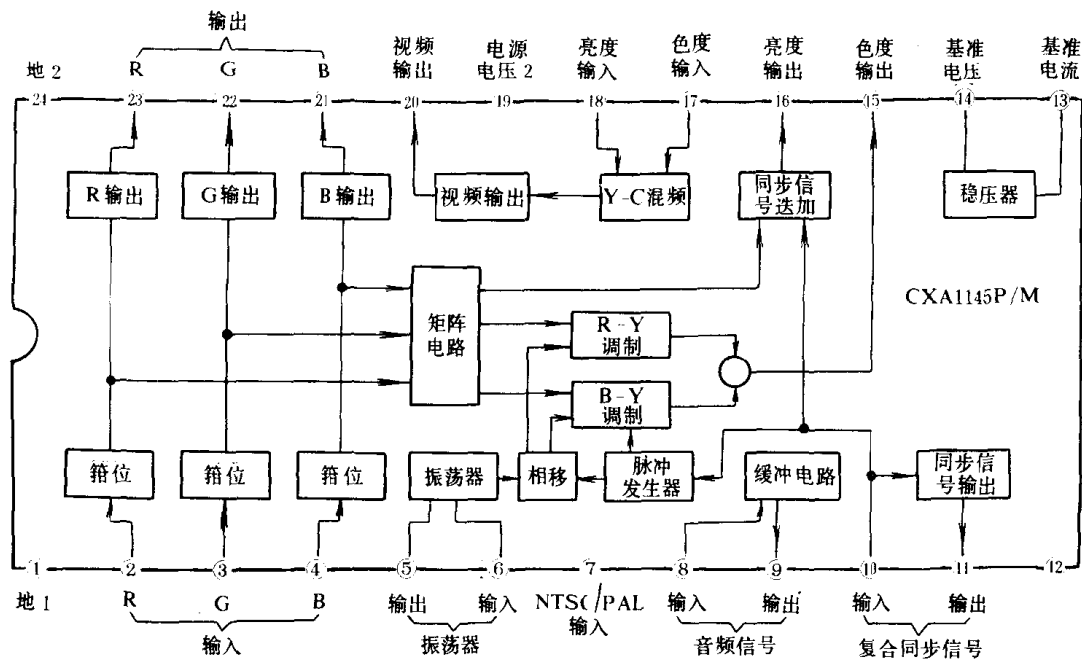
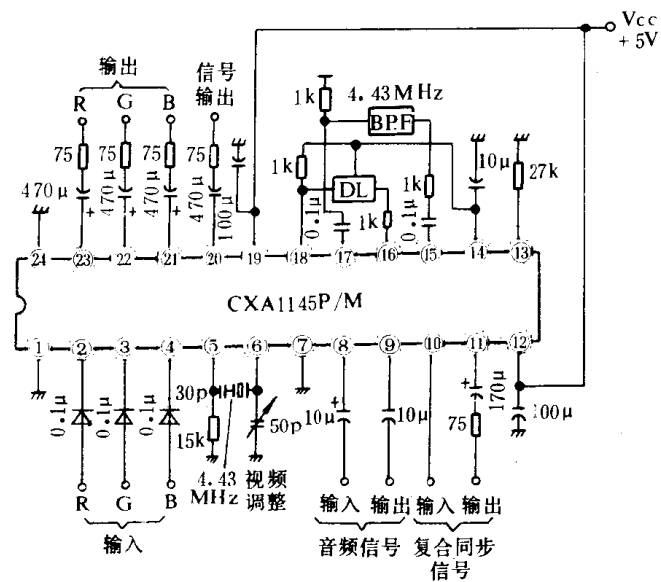

图 3.3.12 CXA1145P 引脚排列及方框图
图 3.3.13 CXA1145P 应用于 PAL 制式时的电路
③NTSC/PAL 编码电路
NTSC/PAL 编码电路采用 CXA1145P 芯片,它是一个硅单晶片双极型集成电路,主要特点是:工作电压低, $V_{cc} = 5V$;耗电省,典型值为 110mW;可以兼容于 NTSC 制及 PAL 制;内有 R、G、B 输出、复合视频输出及复合同步输出的 75Ω 驱动电路;内设副载波晶体振荡器;也允许内、外部输入副载波;内有音频缓冲电路。芯片引脚排列及方框图见图 3.3.12,当它用于 PAL 制时,可以在引脚⑤和⑥之间加接 4.43MHz 的石英晶体,同时分别串入 $15k\Omega$ 的电阻、50P 的小电容。在音频信号处理中,可利用 $\mu PC1242H$ 芯片的引脚⑥送出的模拟音频信号,经 CXA1145P 芯片的引脚⑧送入,经缓冲后从⑨脚输出,分别送往调制电路和立体声放音电路 AN7108。图 3.3.13 所示为芯片 CXA1145P 应用于 PAL 制式时的电路图。CXA1145P 内部的音频缓冲器的具体参数如表 3.3.5 所示。 $\mu PC1242H$ 芯片为音频功率放大电路,它的内部方框图及引脚排列见图 3.3.14,具体参数如表 3.3.6 所示。管脚功能如下:①电源 +5V;②自举;③输出;④地;⑤负反馈;⑥地;⑦滤波;⑧输入。 $\mu PC1241H$ 的引脚功能按 $\mu PC1242H$ 的引脚序号相反的功能排列,所以不能直接代换。